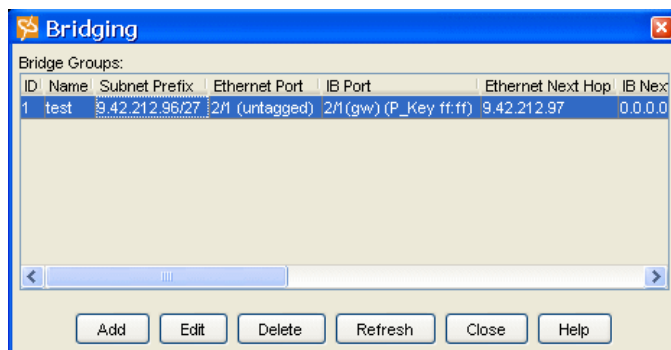

図8-27 ブリッジ・グループ
2. ゲートウェイで構成しているブリッジ・グループを表示するウィンドウが開きます（図 8-27）。ブリッジ・グループを選択し、「Edit」をクリックします。